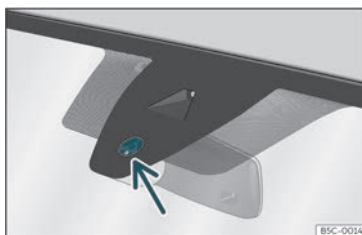

Fig. 101 Superfície sensível do sensor de chuva.
As possíveis causas de anomalias e interpretações errôneas na zona da superfície sensível >>> Fig. 101 do sensor de chuva são, entre outras:
- Limpe regularmente a superfície sensível do sensor de chuva >>> Fig. 101 (seta) e verifique possíveis danos nas escovas.